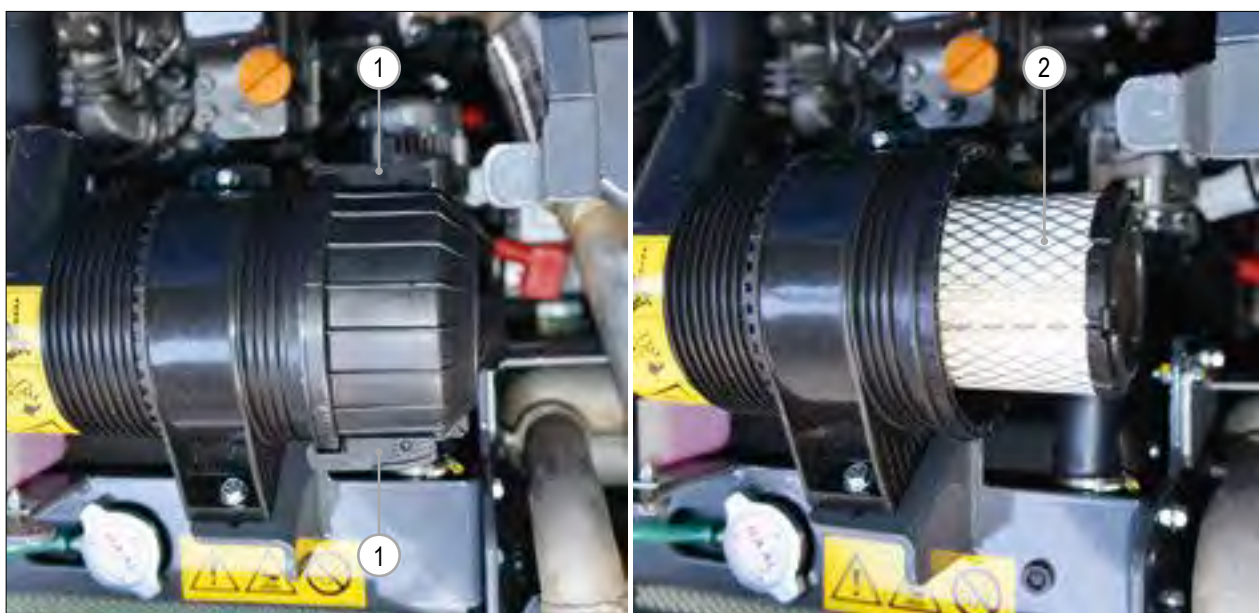

FIG. 50
- 4) Løsn bespændingerne og fjern endedækslet (FIG. 50 - Ref. 1).
- 5) Tjek luftrenserens element (FIG. 50 - Ref. 2), og hvis rengøring er nødvendigt, så benyt trykluft med lavt tryk eller udskift det med en ny, original reservedel.